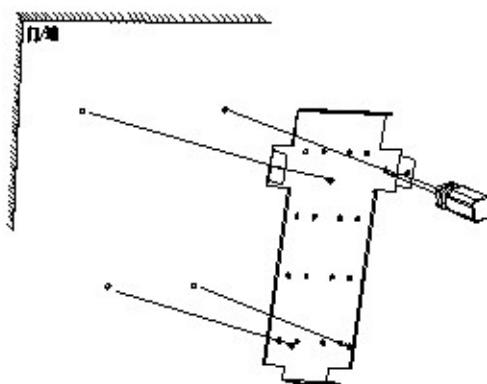

图 3-1
- 用螺丝刀和 4MM 自攻螺丝将安装板锁紧至与墙面贴平，如图 3-1 所示